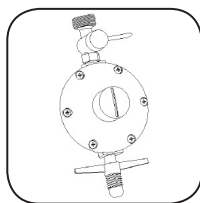

Fig. 14
- Utilizar um regulador de pressão adequado. Verificar o prazo de validade, pois a cada 5 anos, ele deve ser substituído. A ausência do mesmo poderá causar excesso de pressão e conseqüentemente vazamento de gás o que pode causar incêndio [Fig. 14].